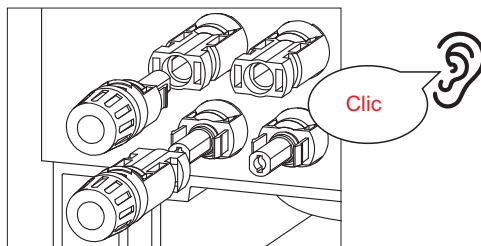

Figura 4.12
7. Conectați borna c.c. cablată la invertor, așa cum se arată în Figura 4.12 și ascultați un "clic" care indică faptul că este conectat corect.